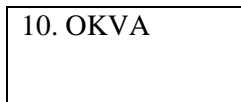

Рис. 1: Основной интерфейс
1) Показанный ниже основной интерфейс появляется, когда питание подключено или система запущена с отключением питания. См рис. 1